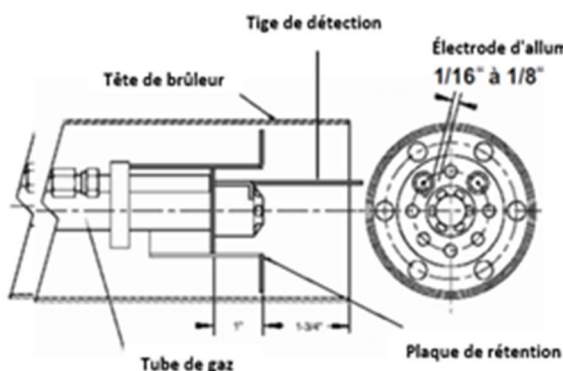
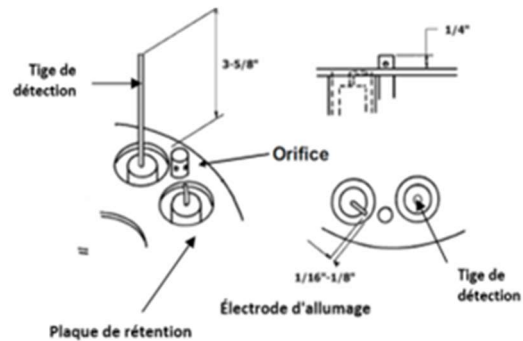

Figure 9: Modèle "C4" uniquement
Figure 10: Modèles "C6" à "C12"
- L'électrode d'allumage doit être positionnée et orientée comme indiqué aux Figure 9 et Figure 10.